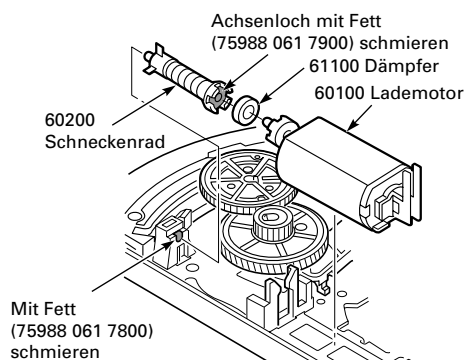

Fig. 8.14
- Beim Einbau beachten Sie bitte Fig. 8.14.